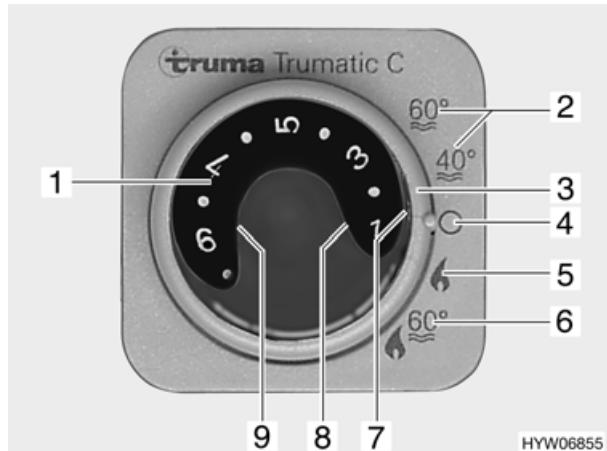

Bild 67 Bedieneinheit für Heizung/Boiler
#### ■ Betriebsart mit dem Drehschalter (Bild 67,3) einstellen:
- Sommerbetrieb "40 °C" oder "60 °C" (Bild 67,2)
- Winterbetrieb "Heizung ohne Boiler" (Bild 67,5)
- Winterbetrieb "Heizung und Boiler" (Bild 67,6)
- Aus (Bild 67,4)
Die Heizung wählt nach gewünschter Raumtemperatur selbstständig die benötigte Brennerstufe. Wenn die gewünschte Raumtemperatur erreicht ist, schaltet der Brenner ab. Bei Betriebsart "Heizung und Boiler" (Bild 67,6) wird auch das Wasser im Boiler erhitzt. Die Heizung kann in der Betriebsart "Heizung ohne Boiler" (Bild 67,5) mit leerem Boiler betrieben werden.
- Temperaturdrehknopf (Bild 67,1) an der Bedieneinheit auf gewünschte Raumtemperatur stellen.
- Drehschalter (Bild 67,3) auf Winterbetrieb "Heizung ohne Boiler" oder auf Winterbetrieb "Heizung und Boiler" stellen.
Grüne Kontroll-Leuchte (Bild 67,7) leuchtet. Das Umluftgebläse schaltet sich automatisch ein, wenn die Heizung in Betrieb genommen wird.
- Drehschalter (Bild 67,3) auf "Aus" (Bild 67,4) stellen.
- ▷ Wenn die Heizung an der Bedieneinheit (Bild 67) auf Sommerbetrieb (Bild 67,2) gestellt ist und der Energie-Wahlschalter auf Mischbetrieb (Bild 68,4 oder 5) gestellt wird, arbeitet die Heizung dennoch nur im 230-V-Betrieb. Der Gasbrenner wird nicht zugeschaltet.
Die Kombination Gasbetrieb und 230-V-Elektrobetrieb verkürzt die Aufheizzeit (nur möglich, wenn die Heizung an der Bedieneinheit (Bild 67) auf Winterbetrieb gestellt ist).
Die Spannungsversorgung für Heizung/Boiler und das Sicherheits-/Ablassventil kann durch den 12-V-Hauptschalter nicht unterbrochen werden. Bei Störung leuchtet die rote Kontroll-Leuchte (Bild 67,8) an der Bedieneinheit für Heizung/Boiler Trumatic C auf (siehe Kapitel 14).